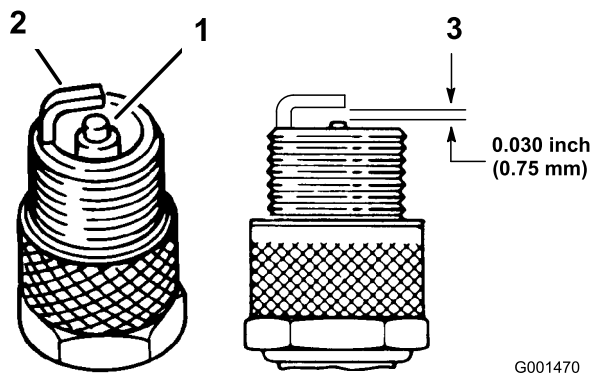

Figure 25
1. Examinez le centre des bougies (Figure 25). Si le bec de l'isolateur est recouvert d'un léger dépôt gris ou brun, le moteur fonctionne correctement. S'il est couvert d'un dépôt noir, c'est généralement signe que le filtre à air est encrassé.
3. Contrôlez l'écartement entre l'électrode centrale et l'électrode latérale (Figure 25). Courbez l'électrode latérale (Figure 25) si l'écartement est incorrect.
3. Connectez les bougies (Figure 25).